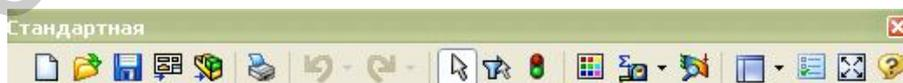

Рисунок 11 – Панель **Standard**
– **Standard** (Стандартная) – панель инструментов управляет файлами и регенерацией модели (рисунок 11).